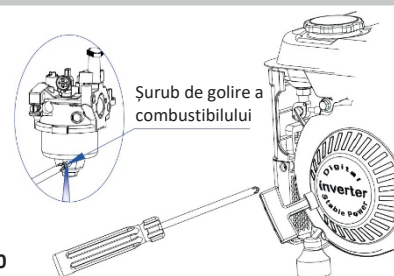

Fig. 10
**Evacuarea combustibilului și a aerului nepotrivit din conducta de combustibil și din carburator (Fig. 10)**